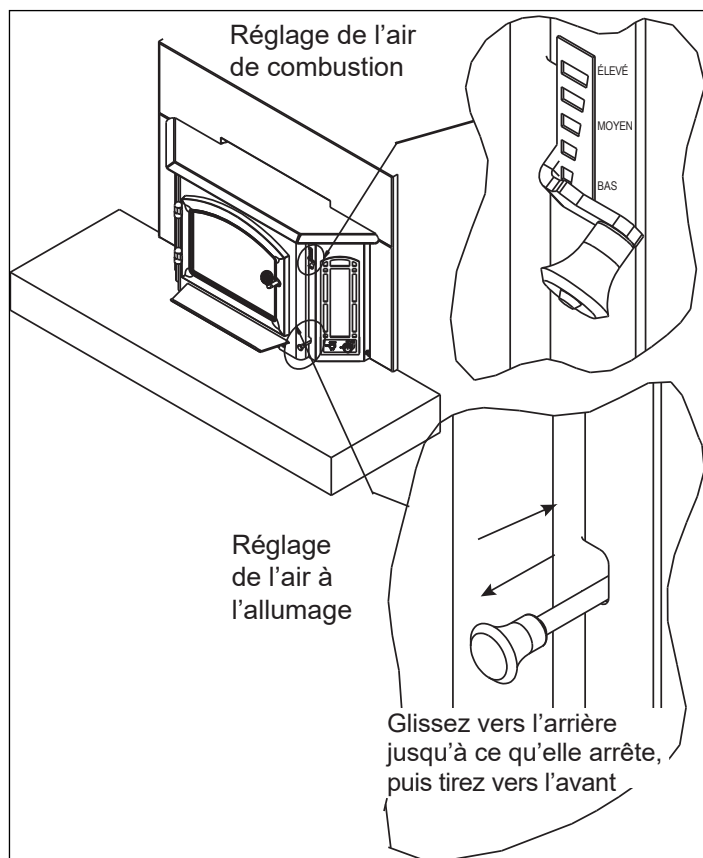

Figure 11.1 Réglages de l'air à l'allumage et de combustion
Le réglage d'air situé dans l'angle supérieur droit sert à régler le taux de combustion. On l'appelle le réglage de l'air de combustion. **Figure 11.1 à la page 11.**
- Glissez la commande de réglage de l'air à l'allumage entièrement vers l'arrière jusqu'à la butée, puis tirez-la vers l'avant jusqu'à la butée. **Figure 11.1.**
- Le feu est alors contrôlé par le réglage de l'air de combustion. **Figure 11.1.**
- Poussez en arrière le réglage de l'air à l'allumage à 9,5 mm (3/8 po) pour permettre à l'air d'entrer dans la boîte à feu. **Figure 11.1.**